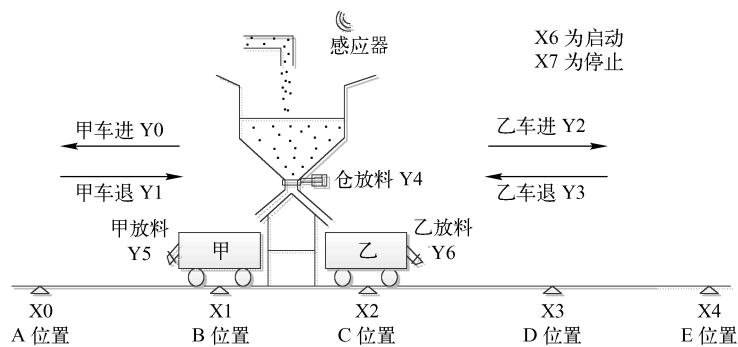

图 5-49 小车分料系统示意图
**【例 5.8】** 小车分料系统示意图如图 5-49 所示。甲、乙两辆小车给仓料分料，甲小车在 B 点为原点装料，到 A 点卸料。乙小车在 C 点为原点，到 D 点和 E 点卸料。控制要求为：当甲、乙小车都在原位，按下启动按钮 SB1 后，料仓放料 10 秒后，甲、乙小车同时前进，甲小车前进到 A 位置，卸料 7 秒返回，乙小车前进到 D 位置卸料 6 秒，再前进到 E 位置卸料 5 秒再回到原点，待两车都到原点，停 1 秒，又开始新一轮装料，依此循环。当甲、乙小车都不在原位